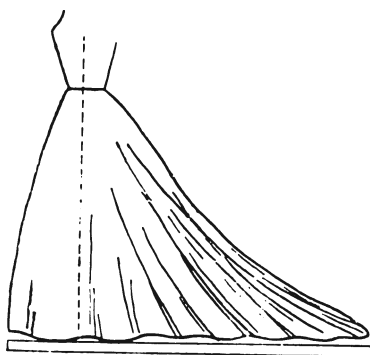

Рис. 641
- Свободная юбка со шлейфом классического стиля, представленная на рис. 641 (ниже будет рассмотрена подробно).
На рис. 641 представлен классический вариант юбки со шлейфом в профиль, на котором пунктирной линией показан боковой шов для сравнения степени наклона переднего и заднего полотнищ юбки.
4. **Длина шлейфа.** Ограничений для длины шлейфа не существует: минимальная — 20—30 см. Шлейф на рис. 641 требует прибавки 50 см к длине юбки сзади, что и составляет длину шлейфа, обозначенную на рис. 642 двойкой волнистой стрелкой. Для примерочной юбки примем несколько бóльшую длину шлейфа.